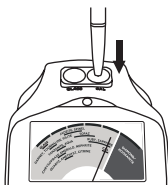

Рис. 1.4
- Надавите наконечник зонда на калибровочный диск (CAL), расположенный справа от контрольной лампы (**Рис. 1.4**). Приложите достаточных усилий, чтобы выступающий наконечник полностью вошел внутрь корпуса щупа-ручки. Стрелка индикатора должна подняться и остаться в красной полосе (предпочтительно в центре) с надписью «CAL» в течение двух-трех секунд.